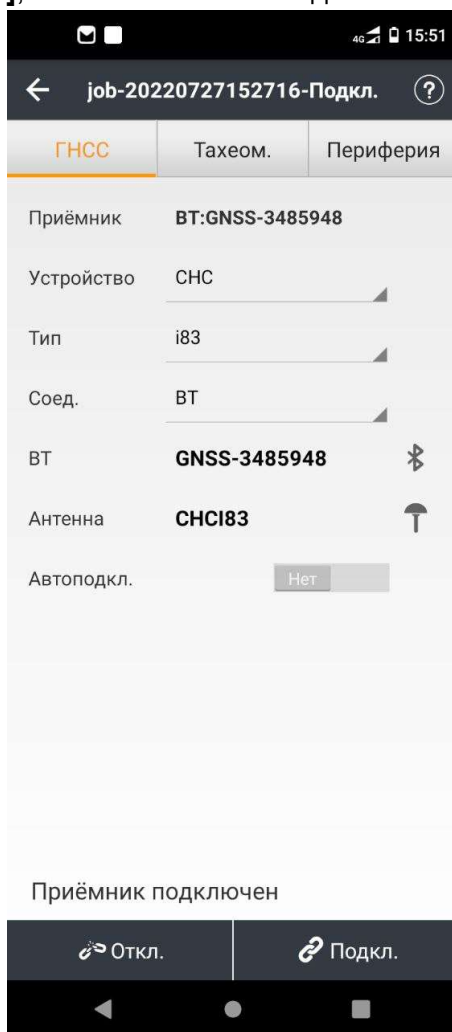

Рис. 2.54
2. Перейдите в меню **[Настройки]** → **[Подкл.]**. Выберите устройство: PrinCe, тип: i-серия, соединение: BT или WiFi, антенна СНС183 (см. рис. 2.54). Нажмите кнопку **[Подкл.]**, чтобы выполнить подключение.